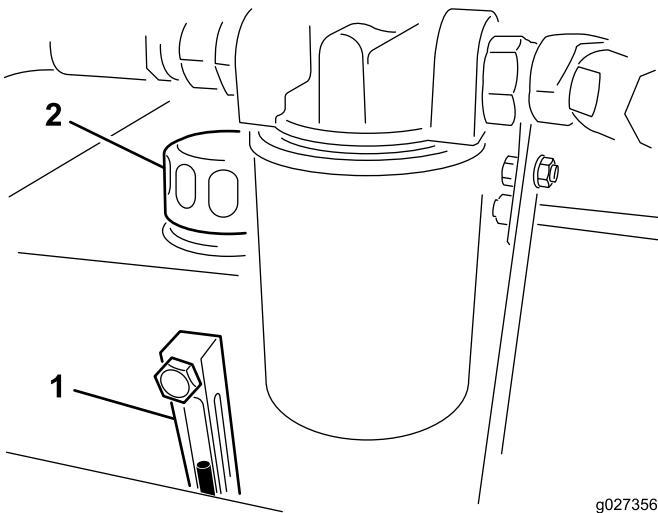

Figure 6
2. Contrôlez le niveau de liquide dans le regard (Figure 6). Si le liquide atteint le centre du regard, le niveau est suffisant.